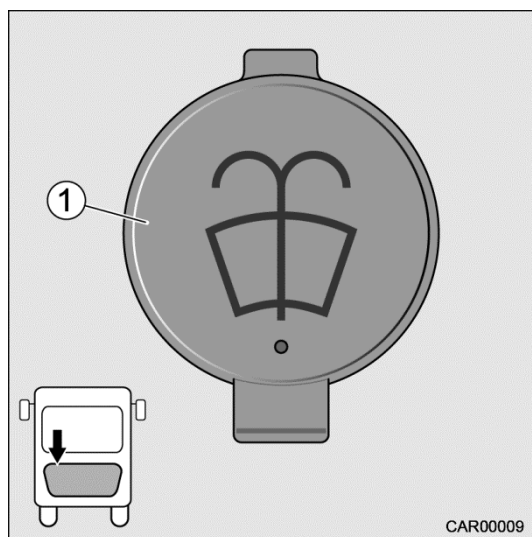

Fig. 17 Réservoir à liquide lave-glace
2. Ouvrir le bouchon de carburant (Fig. 17/1).
4. Fermer le bouchon de carburant (Fig. 17/1).